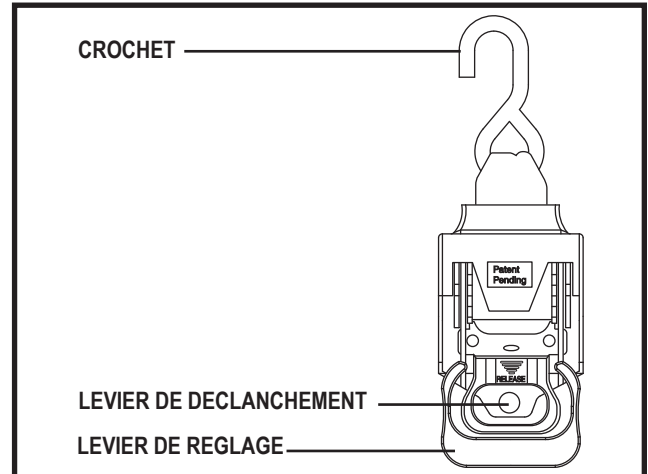

Figure 15. Courroie d'ancrage rétractable
- Resserrez le levier de déclenchement et le levier de réglage sur la courroie d'ancrage rétractable et amenez les deux leviers de façon simultanée vers l'avant à un angle de 90 degrés jusqu'à leur verrouillage en position. Cela débloquera la courroie d'ancrage rétractable. **Voir les figures 15 et 16.**
- Une fois chaque courroie fixée en position, resserrez simultanément le levier de déclenchement et le levier de réglage et amenez les deux leviers vers l'arrière dans leur position initiale. Cela bloquera la courroie d'ancrage rétractable. **Voir les figures 15 et 16.**